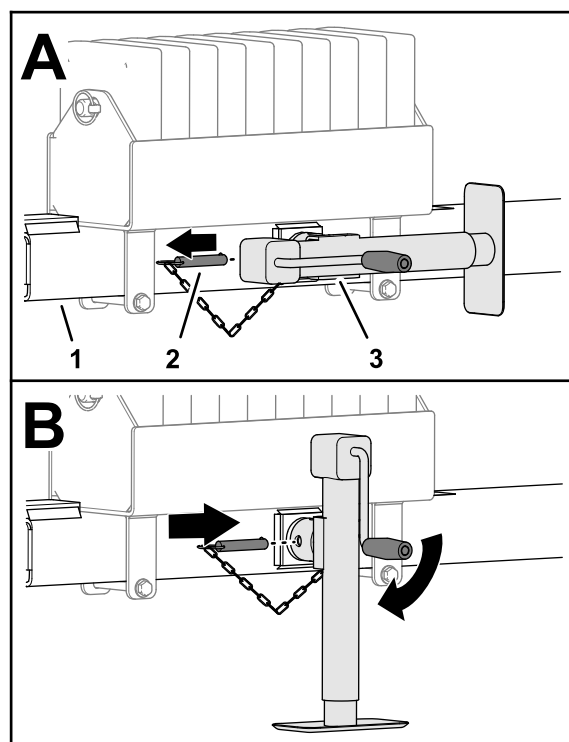

Bild 27
1. Entfernen Sie den Stift, mit dem der Achsständer am Kupplungsrohr befestigt ist, und entfernen Sie den Achsständer; siehe Bild 27 in Abstützen der Vorderseite der Maschine mit dem Achsständer \(Seite 28\).
4. Entfernen Sie den Stift, mit dem der Achsständer am Kupplungsrohr befestigt ist (Bild 27).
5. Schwenken Sie den Achsständer in die horizontale Stellung (Bild 27).
6. Stecken Sie den Stift durch die horizontalen Löcher am Wagenheber und am Kupplungsrohr (Bild 27).